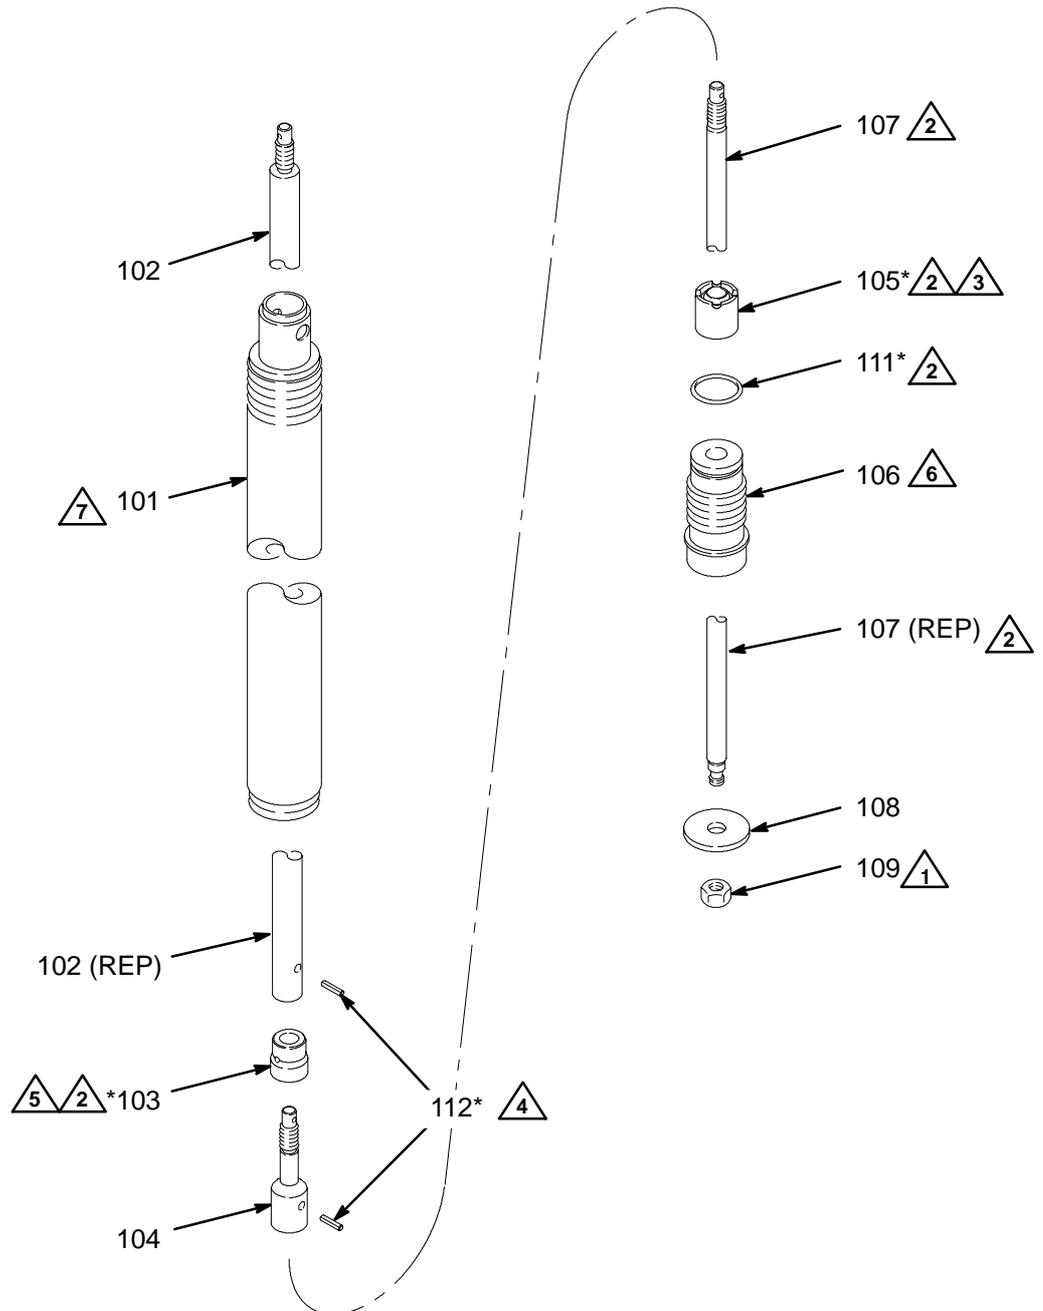

Fig. 9
1. Dissocier le bas de pompe (100) du moteur pneumatique (1) conformément aux explications en page 15.
2. Dévisser le porte-joints (106) du cylindre de la pompe (101). Sortir l'ensemble de la pompe par le fond du cylindre. Voir Fig. 9.
3. Chasser la broche (112) de la bielle (102) et du piston (104). Dévisser le piston de la tige. Faire glisser le joint (103) hors du piston.
4. Chasser la broche (112) hors du piston (104) et de la tige de piston d'amorçage (107). Dévisser la tige.
5. Sortir le joint d'admission (105) de la tige (107). Cela peut s'avérer difficile parce que le joint frotte sur la tige.
6. Faire coulisser le porte-joints (106) hors de la tige (107). Sortir le joint torique (111) du porte-joints.
7. Examiner le joint torique (111) et le piston d'amorçage (108) pour déceler la présence éventuelle de rayures ou de dommages. Il est normal que piston bouge sur la tige. Si l'une ou l'autre pièce doit être remplacée, passer au point 8.
8. S'il faut remplacer la tige (107) ou le piston d'amorçage (108), introduire le poinçon dans le trou de la broche en haut de la tige pour la maintenir en place. Dévisser l'écrou (109) et démonter le piston d'amorçage. **S'il n'est pas nécessaire de remplacer le repère 107 ou 108, les laisser assemblés.**
1. Si le piston d'amorçage (108) a été séparé de sa tige (107), le revisser sur le filetage du bas de la tige (l'extrémité sans trou de broche) et le fixer avec l'écrou (109). Serrer entre 4,0 et 5,1 N.m. Lubrifier la tige. Voir Fig. 9.
2. Lubrifier le joint torique (111*) et le placer sur le porte-joints (106). Faire coulisser ce dernier sur la tige (107), le joint torique étant placé en haut. Lubrifier le joint d'entrée (105*) et le faire coulisser sur la tige, le côté plat étant tourné vers le porte-joints. Il doit y avoir un frottement entre le joint et la tige. En cas d'absence ou de faible frottement, remplacer la tige ou le joint. Il n'est pas nécessaire de faire coulisser le joint jusqu'au bas du porte-joints.
3. Visser le piston (104) sur la tige (107) jusqu'à ce que les trous de la broche soient l'un en face de l'autre. Mettre la broche en place (112*). Veiller à ce que la broche soit au ras ou en dessous de la surface du piston des deux côtés.
4. Lubrifier le joint (103*) et le monter sur le piston (104), le grand chanfrein étant orienté vers le piston.
5. Visser la bielle (102) sur le piston (104) jusqu'à ce que les trous de la broche soient l'un en face de l'autre. Mettre la broche (112*) en place. Veiller à ce que la broche soit au ras ou en dessous de la surface du piston des deux côtés.
6. Lubrifier l'intérieur du cylindre (101). Faire coulisser la tige dans le fond du cylindre. Il est possible qu'il y ait une certaine résistance, mais ne pas utiliser de marteau ni de maillet de caoutchouc pour enfoncer l'ensemble afin d'éviter d'endommager les pièces.
7. Visser le porte-joints (106) dans le cylindre (101). À l'aide d'une clé à pipe ou à pied d'oiseau, serrer entre 20 et 27 N.m.
8. Continuer à pousser la tige aussi loin que possible. Remonter le bas de pompe (100) sur le moteur pneumatique (1) comme indiqué à la page 15.